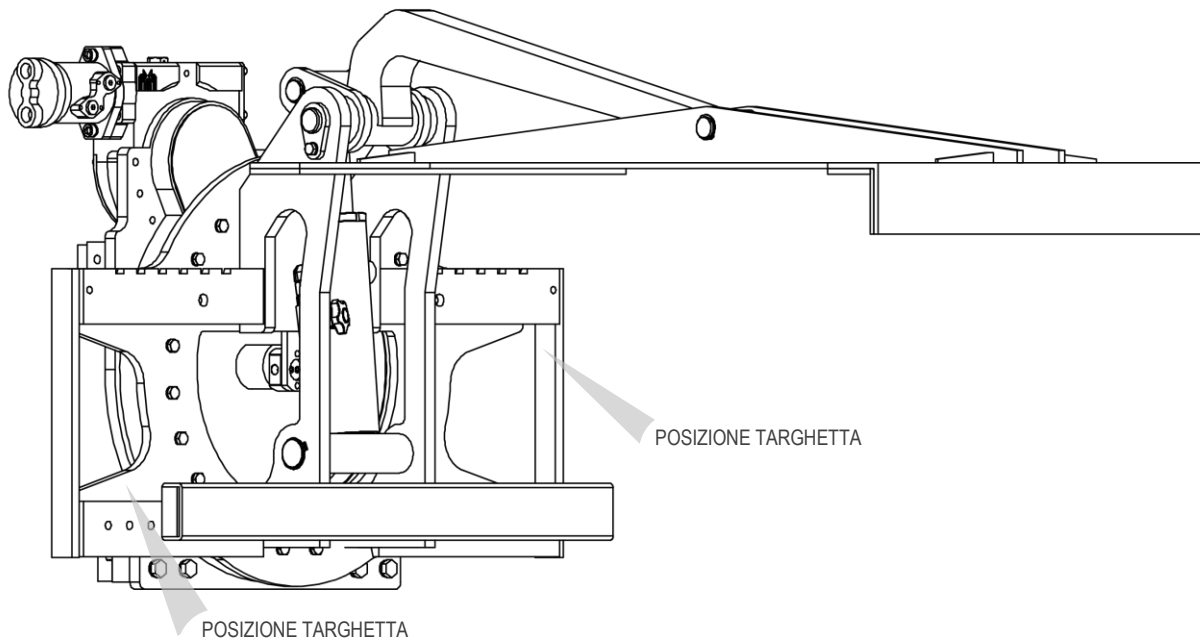

Figura 1
Tutte le attrezzature A.T.I.B. - “RIBALTA CESTONI ROTANTE 360° TIPO 213” vengono identificate mediante targhetta adesiva (vedi *Tabella 1*) posizionata sull’attrezzatura (vedi *Figura 1*, nella quale vengono mostrate le due posizioni più comuni della targhetta identificativa). Fare sempre riferimento al numero di matricola.
5. Per la movimentazione utilizzare cinghie o catene opportunamente dimensionate rispetto al peso dell'attrezzatura indicato in targhetta (vedi *Figura 1* e *Tabella 1* a pag. 6).
11. Collegare il circuito idraulico, assicurandosi che la pressione di esercizio delle tubazioni sia superiore o uguale a quella indicata sulla targhetta di identificazione (vedi *Figura 1* e la *Tabella 1* a pag. 6).
6. Per la movimentazione dovranno essere utilizzate cinghie o catene opportunamente dimensionate rispetto al peso dell'attrezzatura indicato in targhetta (vedi *Figura 1* e *Tabella 1* a pag. 6).